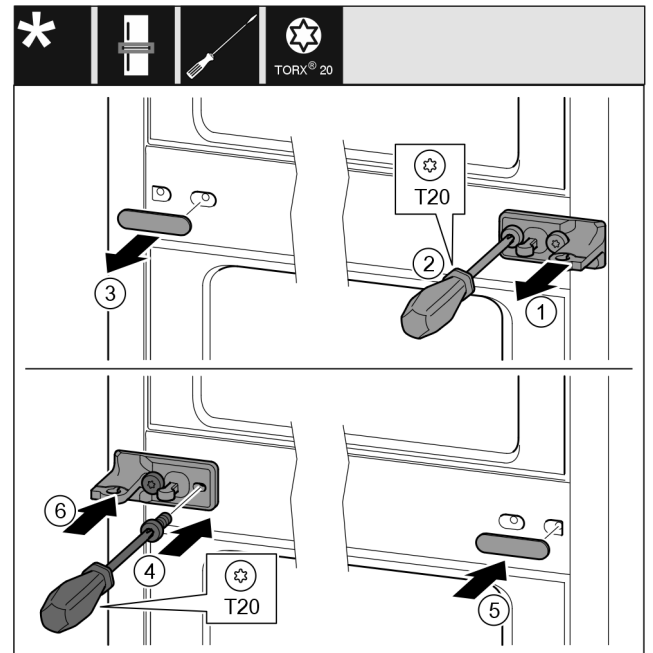

Fig. 33
- ▶ Skinite podložnu pločicu. Fig. 33 (1)
- ▶ Odvijačem T20 odvijte vijke. Fig. 33 (2)
- ▶ Oprezno skinite pokrov. Fig. 33 (3)
- ▶ Čvrsto zavijte podložak ležaja s folijom okrenuto za 180° na drugoj strani. Fig. 33 (4)
- ▶ Postavite pokrov okrenut za 180° na drugoj strani. Fig. 33 (5)
- ▶ Nataknite podložnu pločicu s prednje strane. Fig. 33 (6)